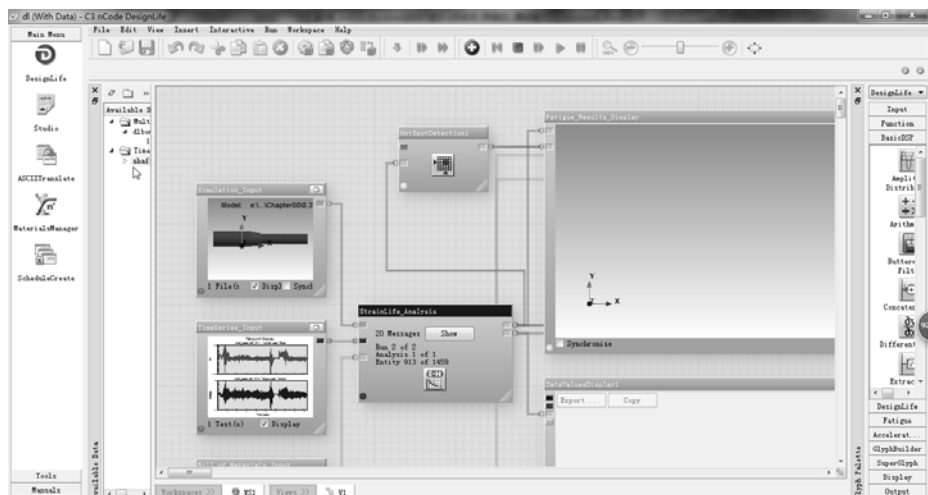

图 7-75 求解进程
8) 进行分析求解。单击窗口上方的  按钮，启动分析求解，如图 7-75 所示。